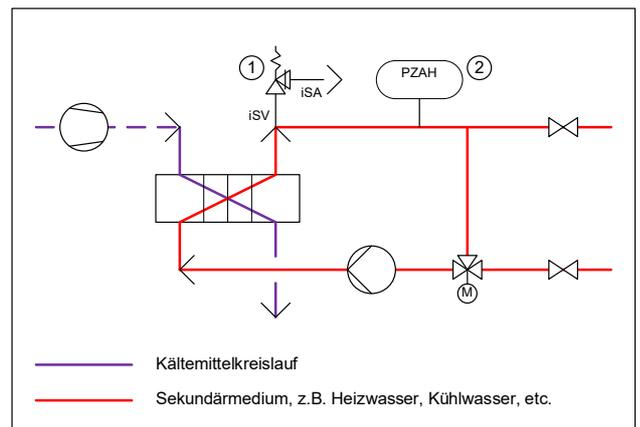

Abb. 1: Anordnung Sicherheitseinrichtungen im Sekundärkreislauf. PZAH = Sicherheitsdruckschalter, Einstellung/Alarm max. (Bildquelle SVK)
Die minimale Absicherung auf der Wärmeträgerseite orientiert sich an der SWKI-Richtlinie HE301-01. Anhand der Nennwärmeleistung (Auslegungsleistung) des Wärmeübertragers ist gem. Abb. 1 ein Sicherheitsventil ① vorzusehen. Die Anforderungen an die Sicherheitsventile gemäss HE301-01, Seite 46, Tabelle 5 sind einzuhalten.
Bei einem maximalen Betriebsüberdruck (PS)¹ im Kältemittelkreislauf von > 20 bar und einer Wärmeleistung des Wärmeübertragers von > 50 kW ist zusätzlich ein Sicherheitsdruckschalter PZAH (Druckwächter) mit mechanischer Vorort-Quittierung einzubauen (siehe Abb. 1 ②). Es ist sicherzustellen, dass bei einer Überschreitung des eingestellten maximal zulässigen Drucks am Sicherheitsdruckschalter der Druck im Kältemittelkreislauf am Wärmeübertrager abgesenkt und ein Alarm abgesetzt wird. Einstellungsvorschlag für Sicherheitsdruckschalter: 1 bar tiefer als der Abblasedruck des Sicherheitsventils.